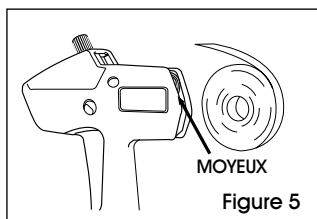

Figure 5
3. Placez le rouleau d'étiquettes entre les moyeux et enclenchez-le. (Voir figure 5)